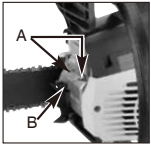

Fig. 17A
- Fjern de 2 møtrikker (A), og træk lyddæmperen ud. (Fig. 17A).